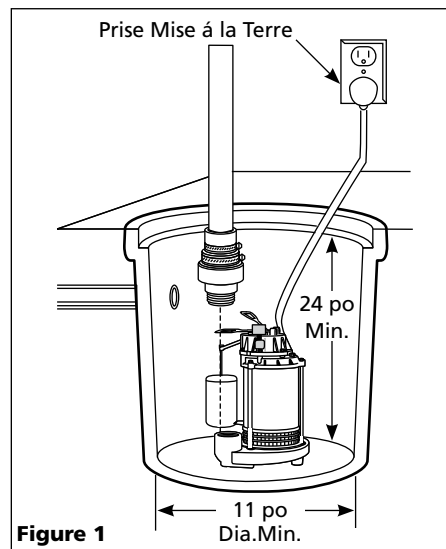

Figure 1
1. Installer la pompe dans une fosse de taille minimum indiquée (Figure 1). Construire la fosse de tuiles, béton, acier ou plastique.